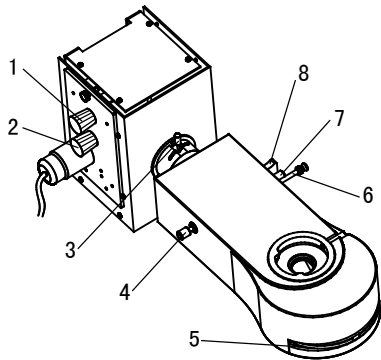

图 4
2) 转盘 5 上装有紫外 (UV)、紫 (V)、蓝 (B)、绿 (G) 四组激发滤色片组, 并在转盘上标有各组激发滤色片相应工作位置的标识。” 0” 表示通光孔位置。根据标识任意将一激发滤色片组转入工作位置。(图 4)
5) 把 10X 物镜转入工作位置, 同时用 10X 目镜观察, 调节粗微动手轮使视场光栏清晰, 调节视场光栏推杆 6 把视场光栏关小, 然后调节光栏调中螺钉 4 和 7 使视场光栏与光轴同心, 开大视场光栏进行观察。(图 4)
6) 在观察时如果感觉到视场过亮, 可将磨砂玻璃推板 8 拉至工作位置。(图 4)